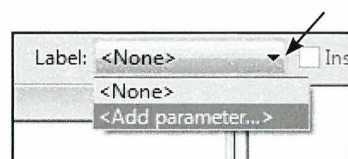

Fig. 09.06. Add Parameter til en målkæde.
- Sæt mål på højde og bredde af elementet og sæt *Parameters* på hvert mål, med *Add Parameter*, når et mål er markeret (Fig. 09.06).